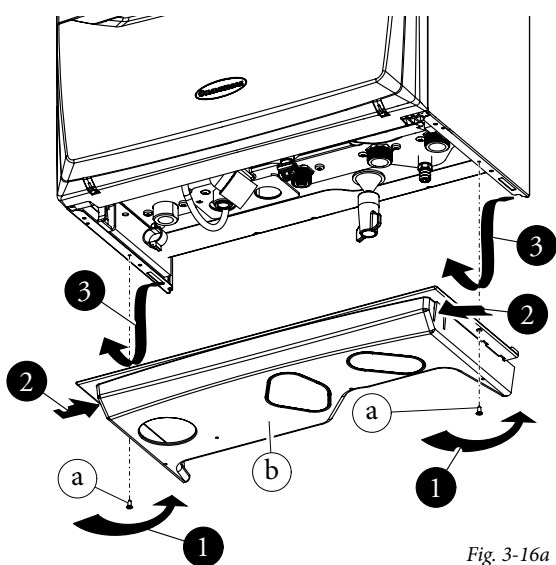

Fig. 3-16a
• Griglia inferiore (Fig. 3-16a).